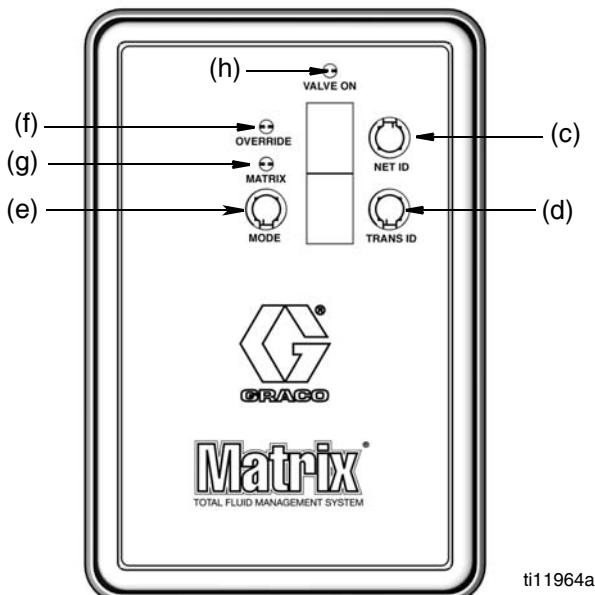

Рис. 2
- Чтобы выбрать системный режим «Matrix» или ручной режим «Override» нажмите и удерживайте кнопку «MODE» [РЕЖИМ] (e) (Рис. 2).
- В системном режиме «MATRIX» (рекомендуемый) (g) (Рис. 2) насос не будет работать пока не получит код доступа от ПО системы Matrix. В таком режиме запрещена выдача без допуска.
- В ручном режиме «OVERRIDE» (f) (Рис. 2) воздух подается на насос, и он может работать без допуска от системы Matrix. СВЕТОДИОД «VALVE ON» [КЛАПАН ВКЛ] (h) показывает включен или выключен электромагнитный клапан.
- Нажмите и удерживайте кнопку «NET ID» [ИД СЕТИ] (c) (Рис. 2), пока значение идентификатора сети не будет соответствовать требуемому.
- Нажмите и удерживайте кнопку «TRANS ID» [ИД ПЕРЕДАТЧИКА] (d) (Рис. 2), пока значение идентификатор приемопередатчика не будет соответствовать требуемому.